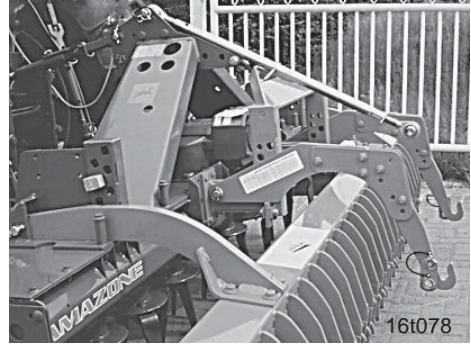

Fig. 12.5
- Abstützungen (Fig. 12.4/1) rechts und links an den Platten (Fig. 12.4/2) der Bodenbearbeitungsmaschine anschrauben (siehe auch Fig. 12.5). Befestigen Sie auch gleich den Spannrahmen (Fig. 12.4/3) zwischen den Abstüt-